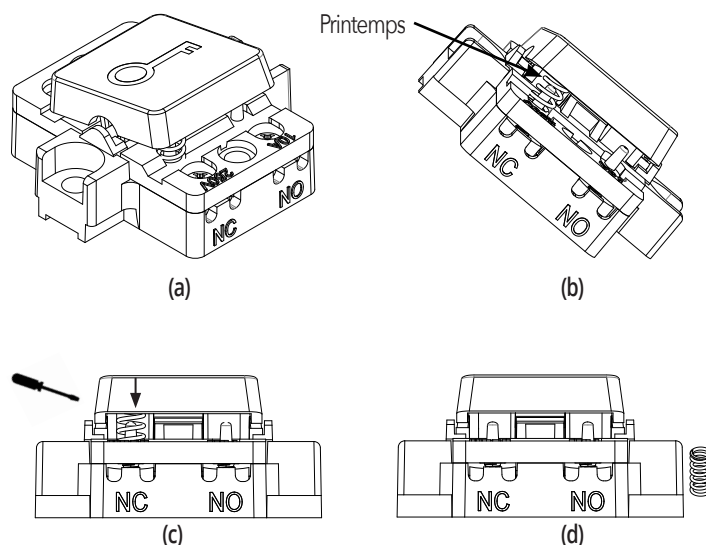

Figure 7.2: Passage du mode momentané au mode maintenu
3. En regardant l'interrupteur, vous verrez qu'un côté est vers le haut et l'autre vers le bas. (Voir Figure 7.2(a))
4. En regardant sous le côté qui est vers le haut, vous verrez un petit ressort. (Voir Figure 7.2(b))
5. À l'aide d'un petit tournevis à tête plate, poussez le ressort vers le bas pour le dégager de son support sur la partie basculante de l'interrupteur. (Voir Figure 7.2(c))
6. Conservez le ressort au cas où vous auriez besoin de rendre l'interrupteur momentané à l'avenir. (Voir Figure 7.2(d))